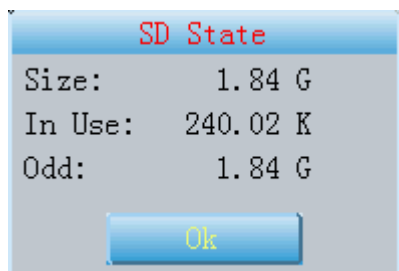

Fig. 13-2-3
- 2 **SD** Cliquer sur cette icône pour vérifier l'état de la carte SD, comme à la Fig.13-2-3.